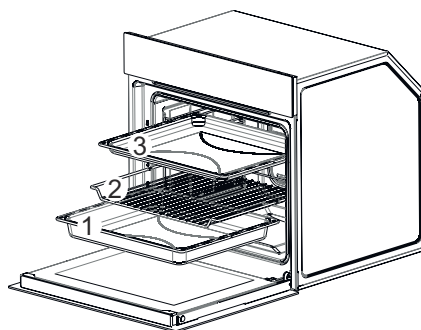

Fig. 28
- Remover os tabuleiros e o grelhador respetivamente (Fig. 28/ 1-2-3).